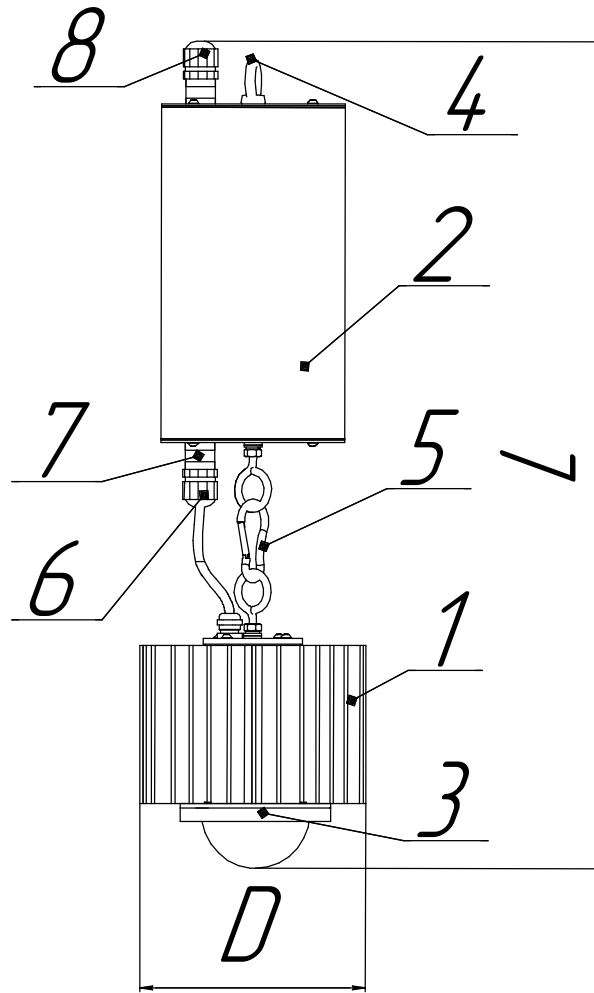

Рисунок 1 - Светильники серии ДСП04 Star EM
3.2 Светильники в соответствии с рис. 1 приложения А, состоит из корпуса в сборе поз. 1, источника питания поз. 2, светодиодного модуля с линзой поз.3